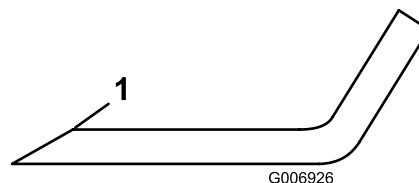

Figura 30
1. Affilate i taglienti da entrambe le estremità di ogni lama con una lima (Figura 30). Rispettate l'angolazione originale. La lama rimane bilanciata soltanto se rimuovete una quantità uguale di materiale da entrambi i taglienti.